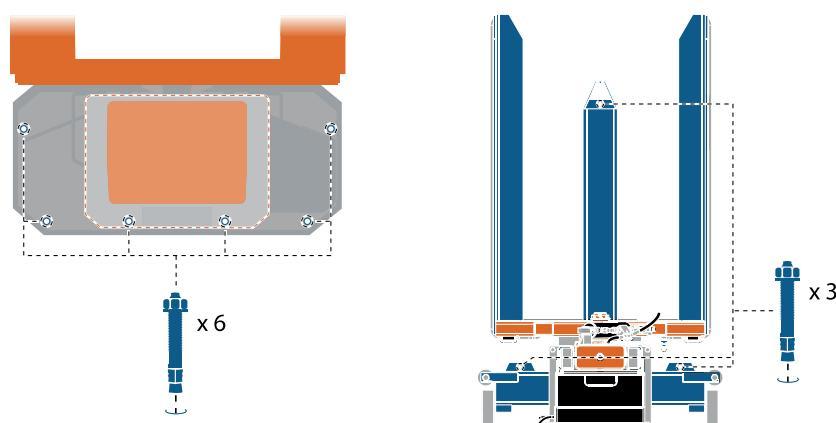

Imagen 18 Ancle el elevador de palets a la base utilizando 3 o 6 pernos expansores, dependiendo del modelo
3. Ancle el elevador de palets a la base utilizando 3 o 6 pernos expansores, dependiendo del modelo; véase la imagen 18. Estos pernos deben soportar por lo menos 13 KN cada uno. Visite www.edmolift.com/installation para obtener más información.